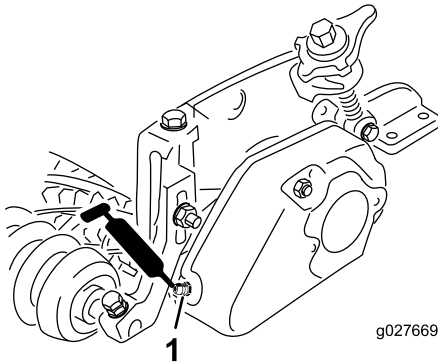
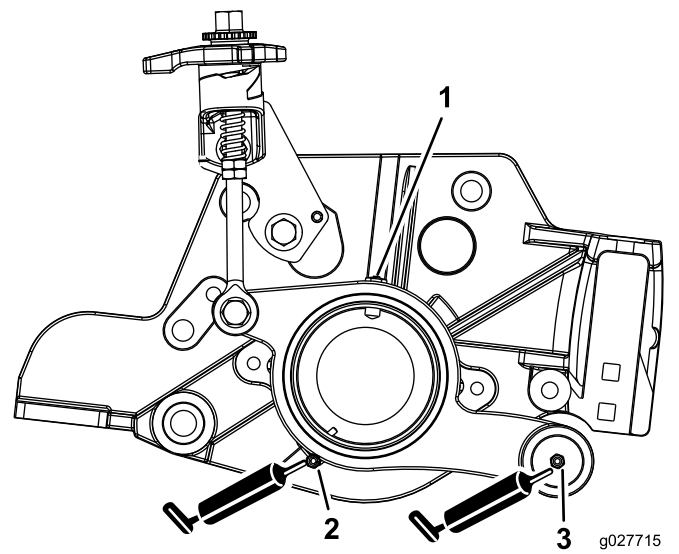

图19
图20
28. 使用润滑脂润滑滚刀马达侧轴承座（图20）。
29. 润滑每个疏草刀轴承（最多 2 个或 3 个泵）（图 19 和 图20）。